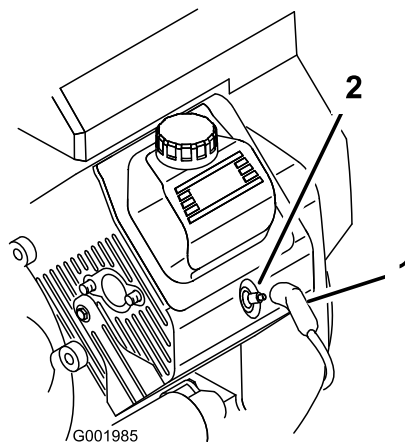

図 52
- 点火プラグのコードが抜けているのを確認する (図 52)。
3. 点火コードを取り付ける(図 52)。